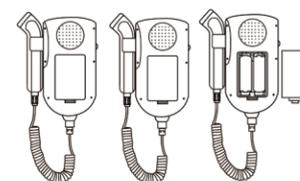

Fig.4-2 Remplacer les piles
① Retourner le dispositif. Tout d'abord, ouvrir le compartiment des piles puis retirer les piles usées du compartiment (Voir Fig.4-2).
② Installer deux piles AA dans le compartiment des piles (en respectant la polarité indiquée à l'intérieur du compartiment) et refermer le couvercle du compartiment.